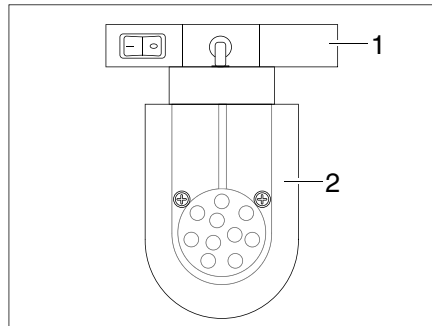

Bild 60 LED-Spotleuchte (Beispiel)
- Halterung (Bild 60,1) fassen und um 90° drehen.
- LED-Spotleuchte (Bild 60,2) aus Schienensystem entnehmen.
- LED-Spotleuchte (Bild 60,2) an gewünschter Position in das Schienensystem einsetzen und um 90° drehen.